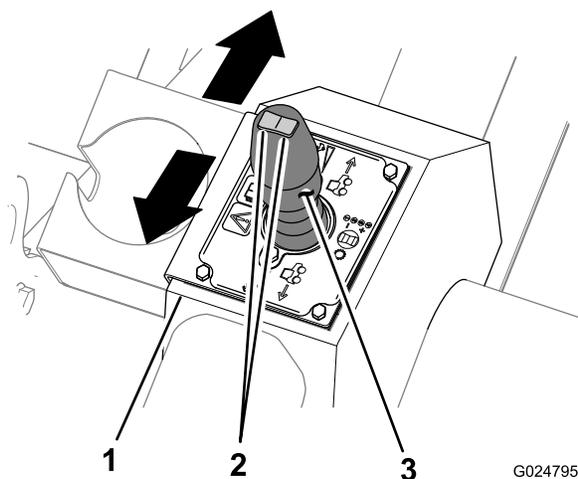

Figure 14
Lors du creusage, de l'ensoufflement ou du forage, utilisez le levier de commande de déplacement pour changer la direction et la vitesse de la machine (Figure 14). La vitesse de déplacement de la machine, dans l'une ou l'autre direction, est proportionnelle au déplacement du levier de commande.
- Poussez le levier de commande de déplacement en avant pour que la machine commence à avancer (Figure 14).
- Tirez le levier de commande de déplacement en arrière pour que la machine commence à reculer (Figure 14).
- Amenez le levier de commande de déplacement au point mort (position centrale) pour arrêter la machine (Figure 14).
Le sélecteur de vitesses est situé au sommet du levier de commande de déplacement (Figure 14), et il permet de sélectionner le rapport de transmission.